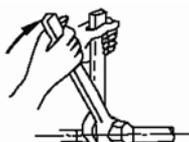

Figura 24
- Coloque la tubería de conexión en la posición adecuada, apriete las tuercas con la mano y después apriételas con una llave. (Figura 24)